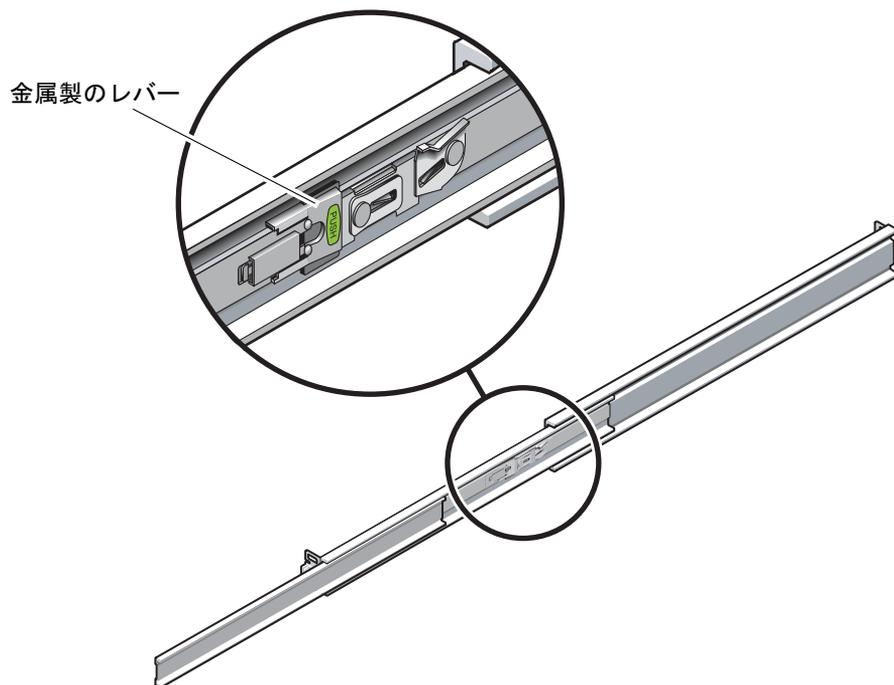

図 2-23 スライドレールのレバーストップのロック解除
5. サーバーが完全に引き出されたら、スライドレールのレバーストップを離します (図 2-23)。